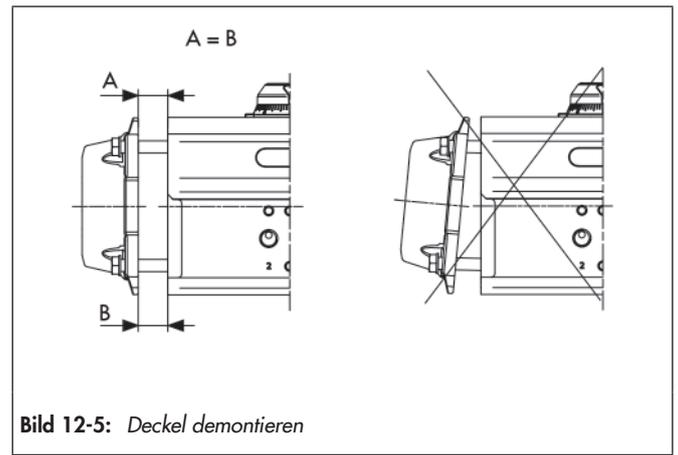
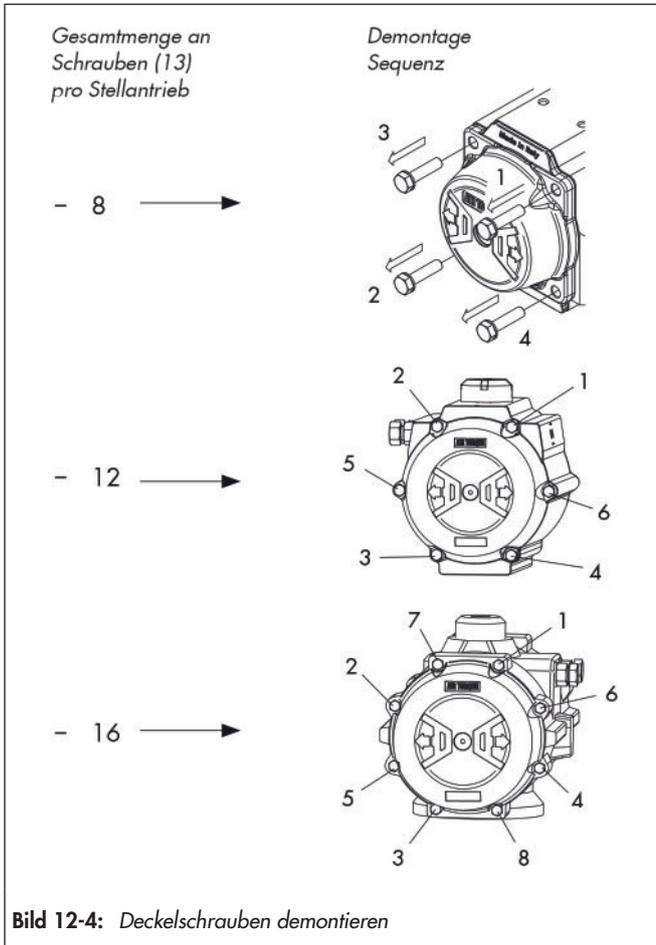

Bild 12-5: Deckel demontieren
Bild 12-4: Deckelschrauben demontieren
(vgl. Bild 12-3, Bild 12-4 und Bild 12-5)
- ⇒ Deckelschrauben (13) nach der Reihenfolge der Demontage Sequenz demontieren, vgl Bild 12-4.
- ⇒ Bei Demontage der Deckelschrauben, Sequenz einhalten, vgl. Bild 12-4.
- ⇒ Bei Demontage des Deckels, konstanten Abstand (A = B) zwischen dem Gehäuse des Antriebs und der Deckelschnittstelle einhalten, vgl. Bild 12-5.
- ⇒ Kompression der Federn lösen. Dabei jede Deckelschraube (13) um jeweils eine Umdrehung gemäß der in Bild 12-4 gezeigten Reihenfolge um die in Tabelle 12-2 angegebene Anzahl von Umdrehungen teilweise herausdrehen.